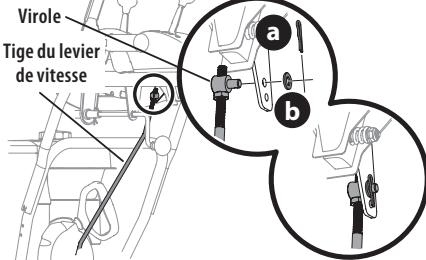

Figure 32
8. Retirez la goupille fendue (a) et la rondelle (b) de la virole sur l'extrémité de la tige du levier de vitesse. Voir Figure 32.
10. Insérez la virole dans le trou supérieur du levier de vitesse et fixez-la avec la goupille fendue (a) et la rondelle (b) retirées à l'étape 8. Voir Figure 32. Il faut peut-être ajuster la virole vers le haut ou vers le bas.